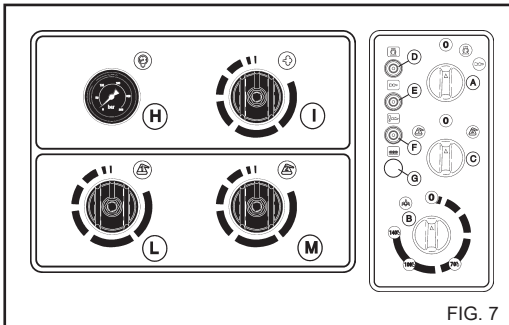

FIG. 7
Vri termostatknappen "B" (fig. 7) til dampposisjon for å øke vanntemperaturen. (140°C - 284°F).
2) Aktiver spyleren, velg vaskemiddelet som skal brukes ("1" eller "2" med velgeren C) (fig. 7). Åpne kranen for ønsket vaskemiddel L) for vaskemiddel "1" eller M) for vaskemiddel "2" (fig. 7) ved å dreie knotten mot klokken.
3) Plasser velgeren til vaskemiddel C) (fig. 7) i pos. "0". Steng doseringskranene ved å dreie knottene med klokken.